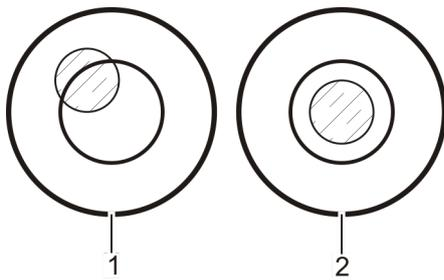

Abb. 30: Libelle
4. ➔ Waagerechte Ausrichtung der Maschine mit Hilfe der an der Waage befindlichen Libelle (Abb. 30) kontrollieren. Falls die Luftblase nicht exakt mittig ausgerichtet ist (Abb. 30/1), die Stellung der Kalottenfüße korrigieren, bis eine exakt waagerechte Ausrichtung (Abb. 30/2) erreicht ist.